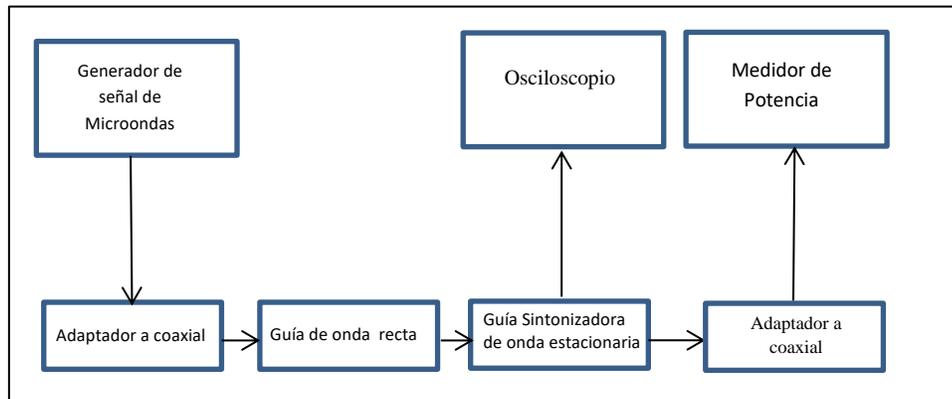

Figura 8.1 Aplicación del Sintonizado de onda estacionaria.
1. Monte los dispositivos de microondas como se muestra en la figura 8.1